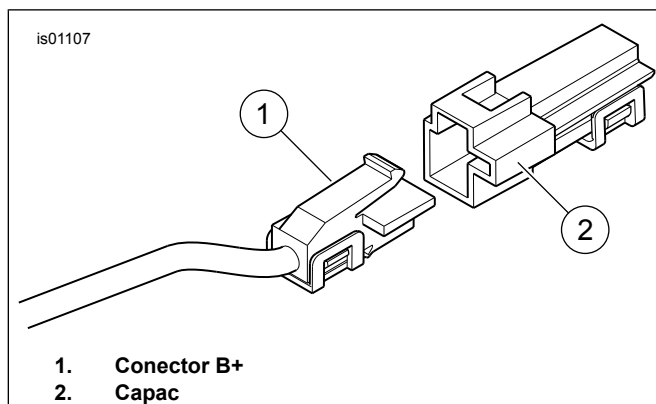

Figura 5. Conector B+
- Consultați Figura 5 . Găsiți conectorul B+ (polul pozitiv al bateriei) (1) de pe cablajul electric principal de sub scaun (un fir roșu cu un conector gri neutilizat). Scoateți capacul (2) de pe conector.